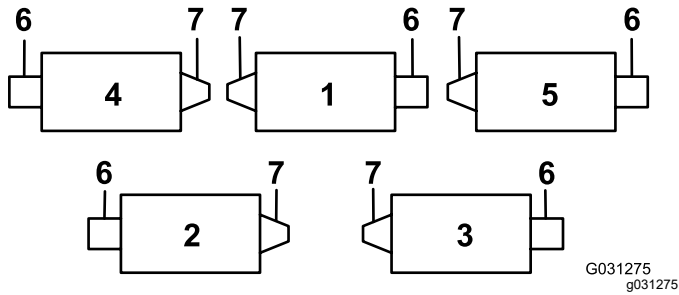
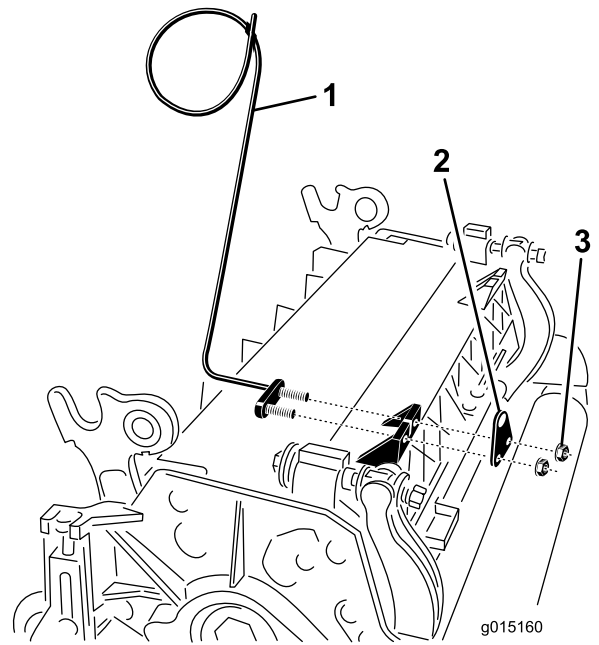
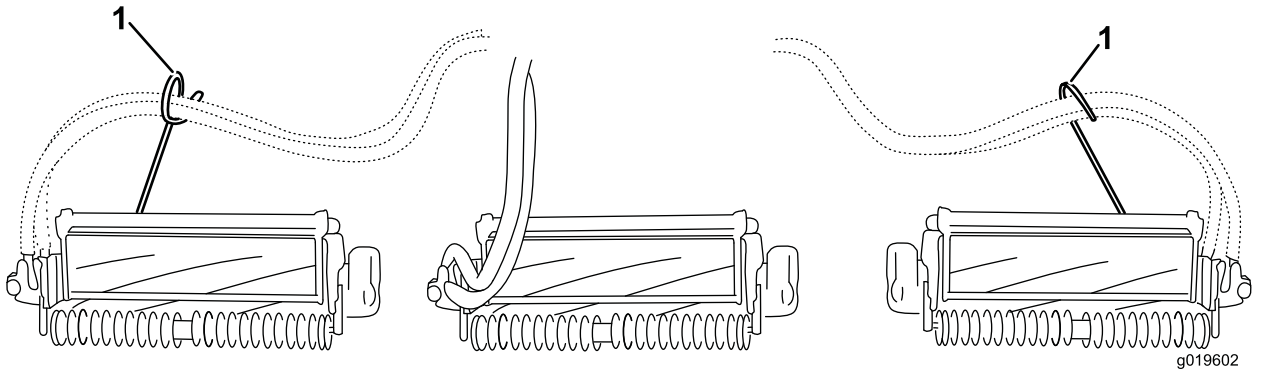

Figura 6
Figura 7
Figura 8
6. Na unidade de corte 4 (frontal esquerda) e na unidade de corte 5 (frontal direita), utilize as porcas de montagem do suporte da barra para instalar os guias de tubos na frente dos separadores da unidade de corte. Os guias de tubos devem inclinar para a unidade de corte central (Figura 6, Figura 7, Figura 8).